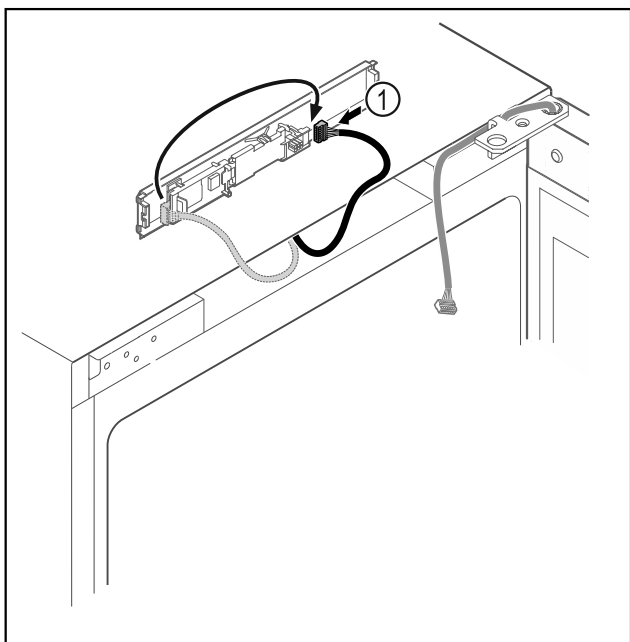

Fig. 13
- Sett pluggen Fig. 13 (1) om på kretskortet.